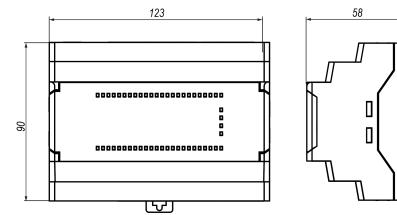

Рисунок 2 – Габаритные размеры прибора
- Подготовить на DIN-рейке место для установки прибора в соответствии с размерами прибора (см. рисунок 2).